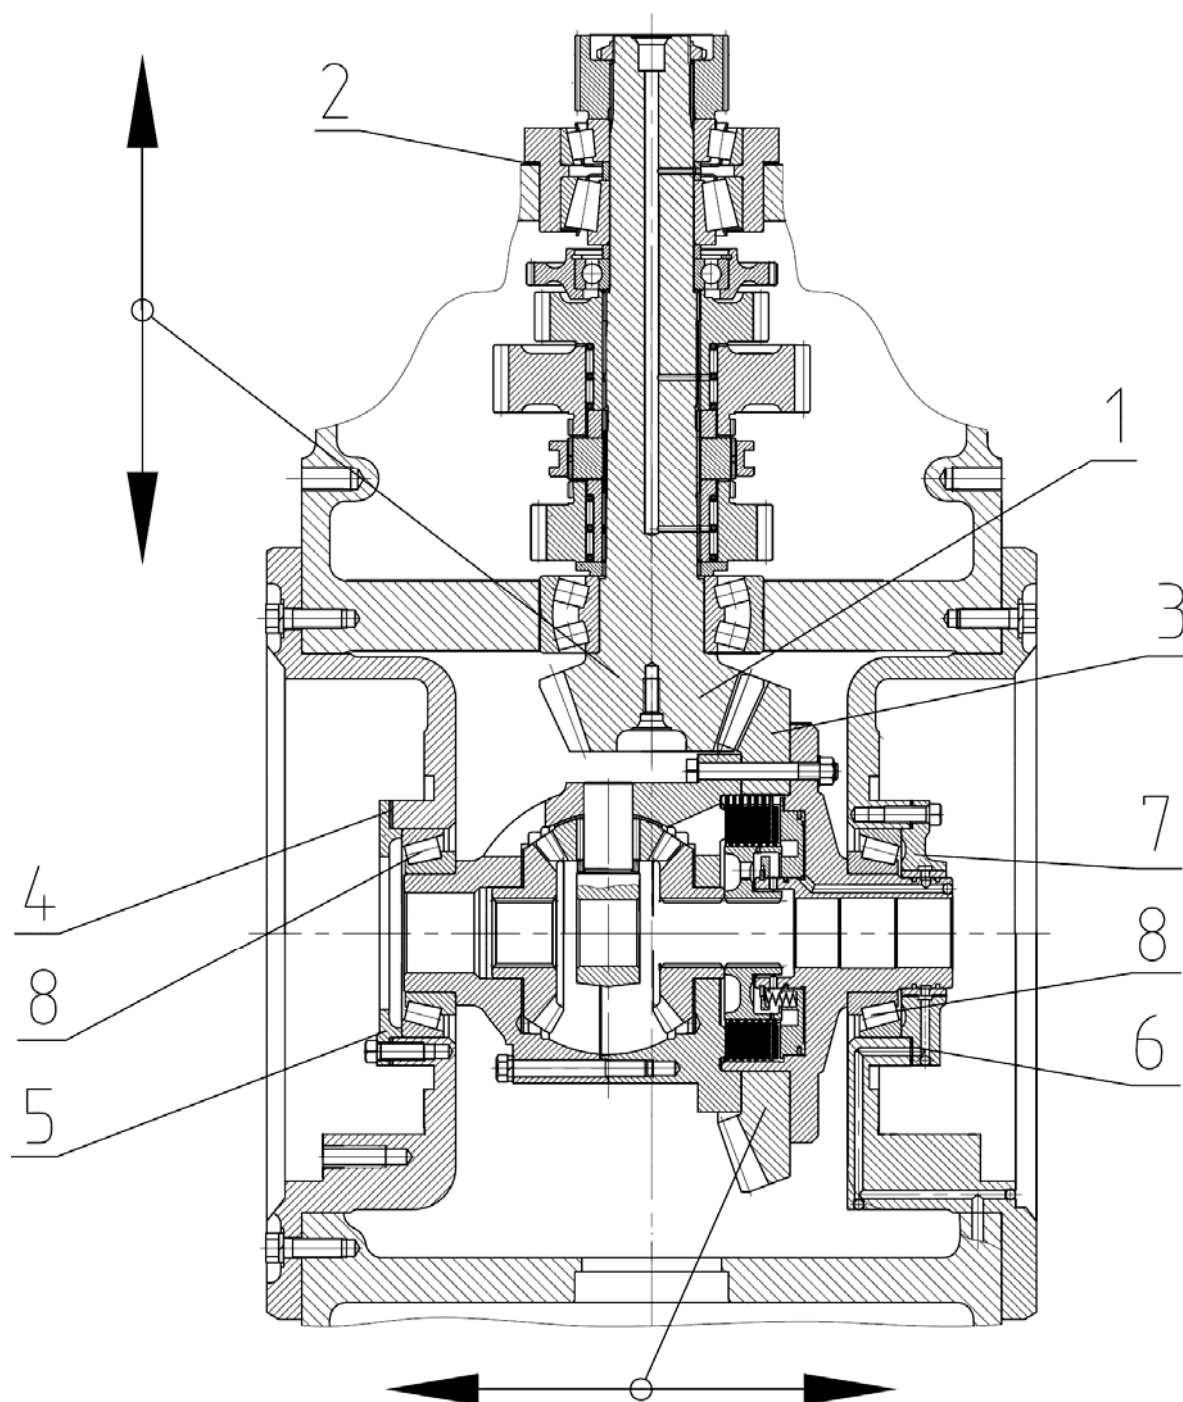

Рис.4.65
1) переместите ведущую шестерню (1), (рисунок 4.65), главной пары, путём изменения количества регулировочных прокладок в наборе (2);
2) переместите ведомую шестерню (3), (рисунок 4.65), главной пары, путём перестановки регулировочных прокладок из набора (4) под левой крышкой (5) в набор регулировочных прокладок (6) под правой крышкой (7) или наоборот, **без изменения их общего количества** при отрегулированном зазоре в конических подшипниках (8) дифференциала;